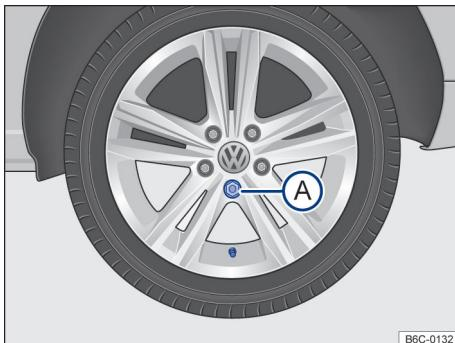

Fig. 164 Retirar a calota integral.
- Remover os parafusos da roda. O parafuso de frente válvula do lado direito → Fig. 164 ⓘ serve como guia na sequência de montagem. Por isso, remover o parafuso ⓘ por último e tenha cuidado para não deixar a calota cair ao remover os outros parafusos.